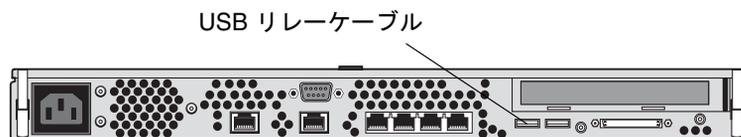

図 B-3 ストレージサービスプロセッサ: USB リレーケーブルの接続
- ストレージサービスプロセッサ背面の USB リレーケーブル (図 B-3 参照) が、サービスパネル背面の「USB Relay In」コネクタに接続されていることを確認します。